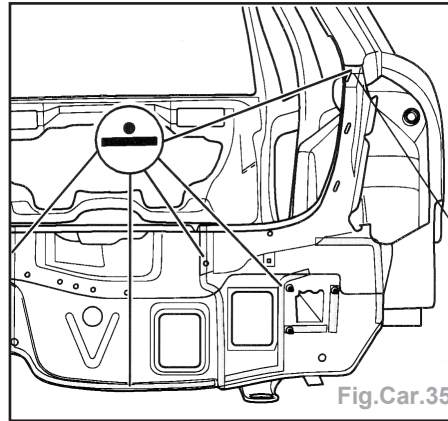

Fig.Car.35
- Soudage ponctuel des supports de serrure et de la tôle de fermeture côté D (Fig.Car.35).